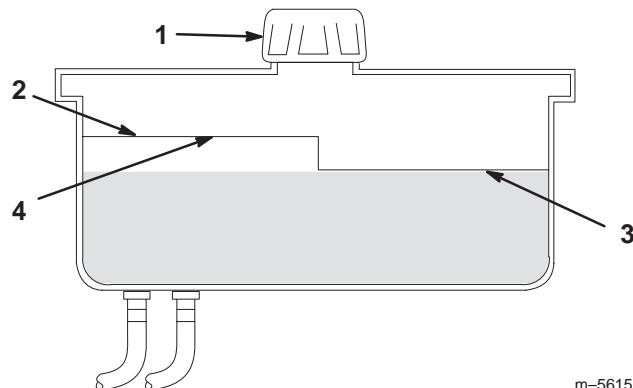

Figure 46
2. Nettoyez la surface autour du goulot de remplissage du réservoir hydraulique (Fig. 46).
3. Enlevez le bouchon du goulot de remplissage et vérifiez si le réservoir contient du liquide (Fig. 46).
Remarque : Lorsque l'huile est chaude, le niveau de liquide doit atteindre le haut du repère **à chaud** sur le déflecteur (Fig. 46).